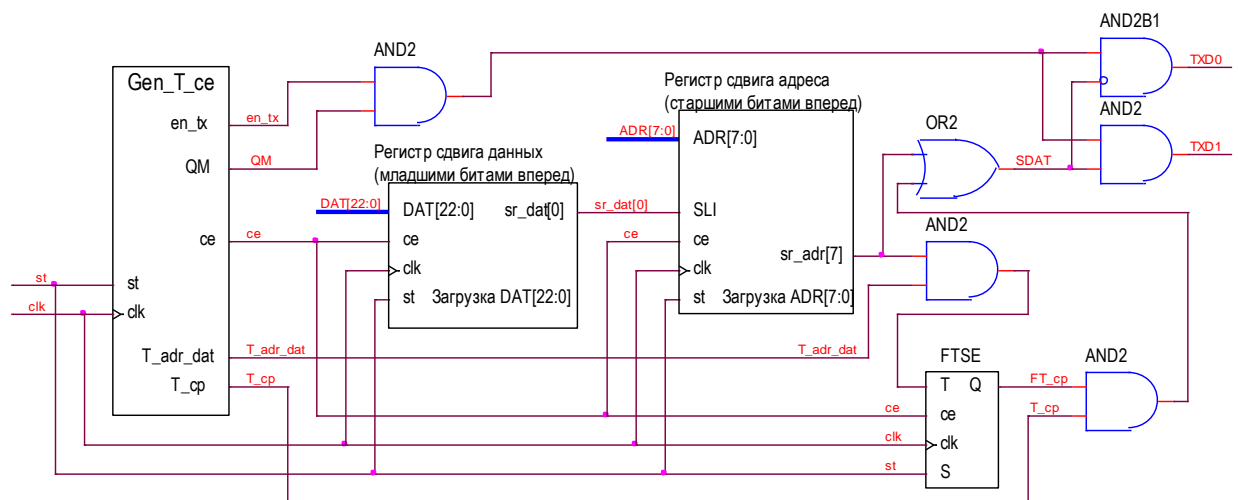

Рис.3 Структурная схема передатчика AR\_TXD
**1.1** Начертить в тетради структурную схему модуля **AR\_TXD** (Рис.3).